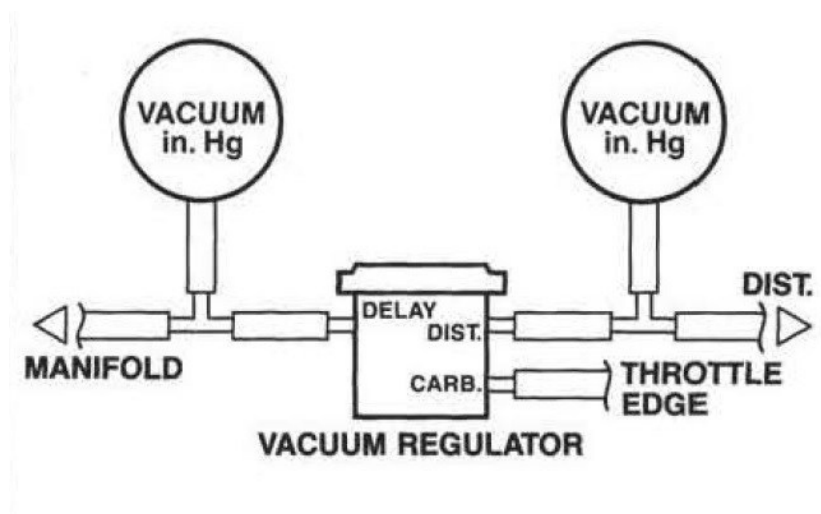

Abbildung 5 Prüfanordnung⁶
Die Funktion des Verteilervakuumreglers (8) kann man mit zwei Manometern prüfen (Abbildung 5), eines Richtung Ansaugkrümmer und eines in Richtung Zündverteiler.